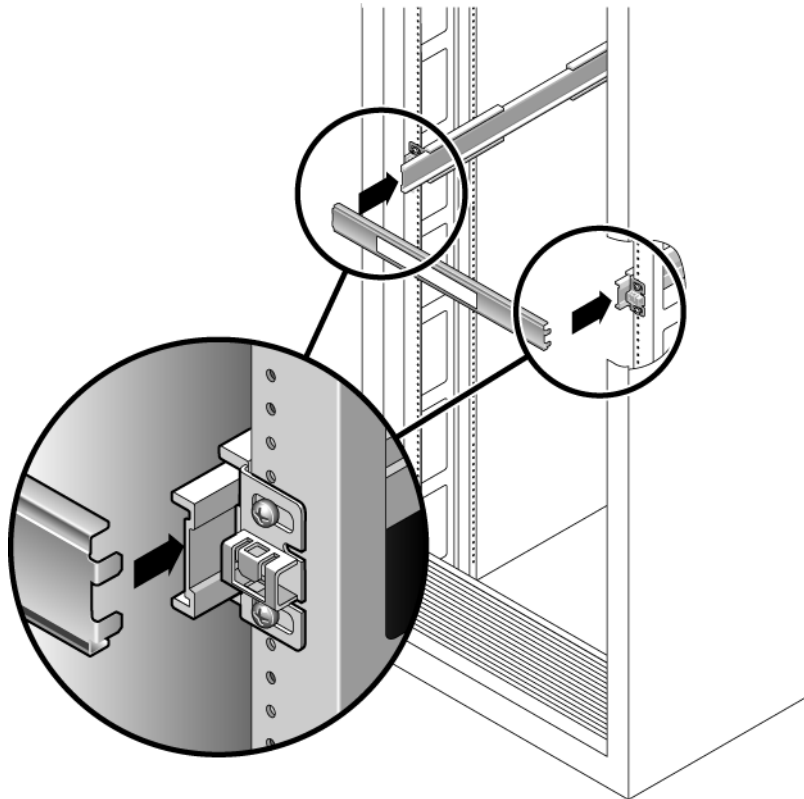

ABBILDUNG 2-6 Regulieren des Schienenabstands mit der Abstandslehre
- a. **Stecken Sie auf der Rack-Vorderseite die linke Seite der Lehre in die Schlitzte am linken Schienenende (ABBILDUNG 2-6).**